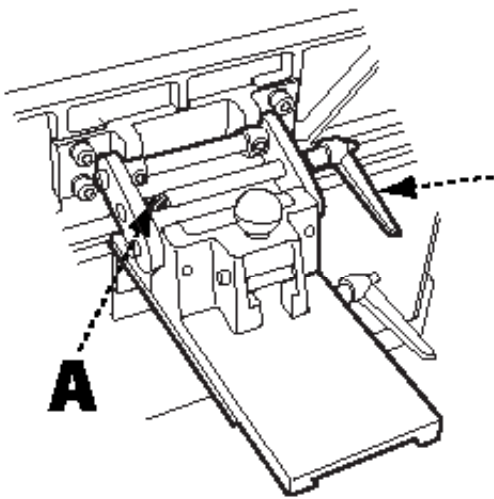

FIGURE 5
1. Insérer l'extrémité fileté de la butée angulaire du guide (A) à travers les deux trous du guide et fixer en la vissant dans l'ensemble. Voir Figure 5.
2. Installer la butée angulaire de 45°/90° en tirant sur la goupille à ressort (B) et en faisant glisser la butée angulaire (C) dans le trou mortaise, comme